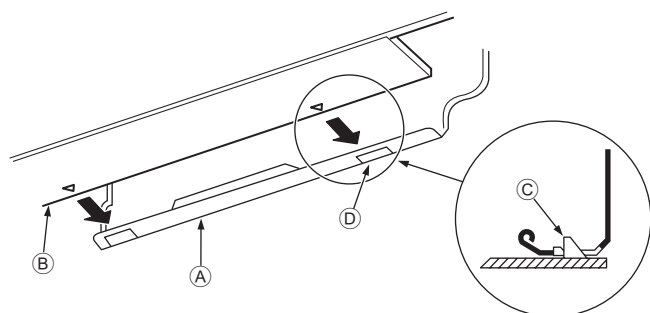

Fig. 3-10
3. Inserendo il tubo del refrigerante e il tubo di drenaggio nel foro a muro (manicotto di penetrazione), appendere la parte superiore dell'unità interna alla piastra di montaggio ①.
5. Premere la parte inferiore dell'unità interna sulla piastra di montaggio ① e bloccarla in posizione. (Fig. 3-10)
* Controllare che le maniglie sulla parte inferiore dell'unità interna siano agganciate saldamente alla piastra di montaggio ①.
① Piastra di montaggio
② Unità interna
③ Gancio
④ Foro quadro